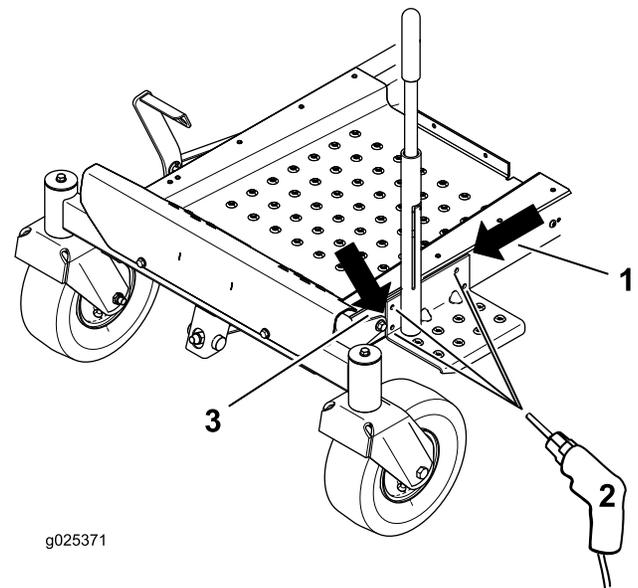

Figura 1
2. Posicione a pega no lado esquerdo da estrutura, alinhada com a parte superior da estrutura e 3 mm atrás do suporte da roda giratória (Figura 1).
4. Faça 4 furos, 8,7 mm de diâmetro, na estrutura (Figura 1).